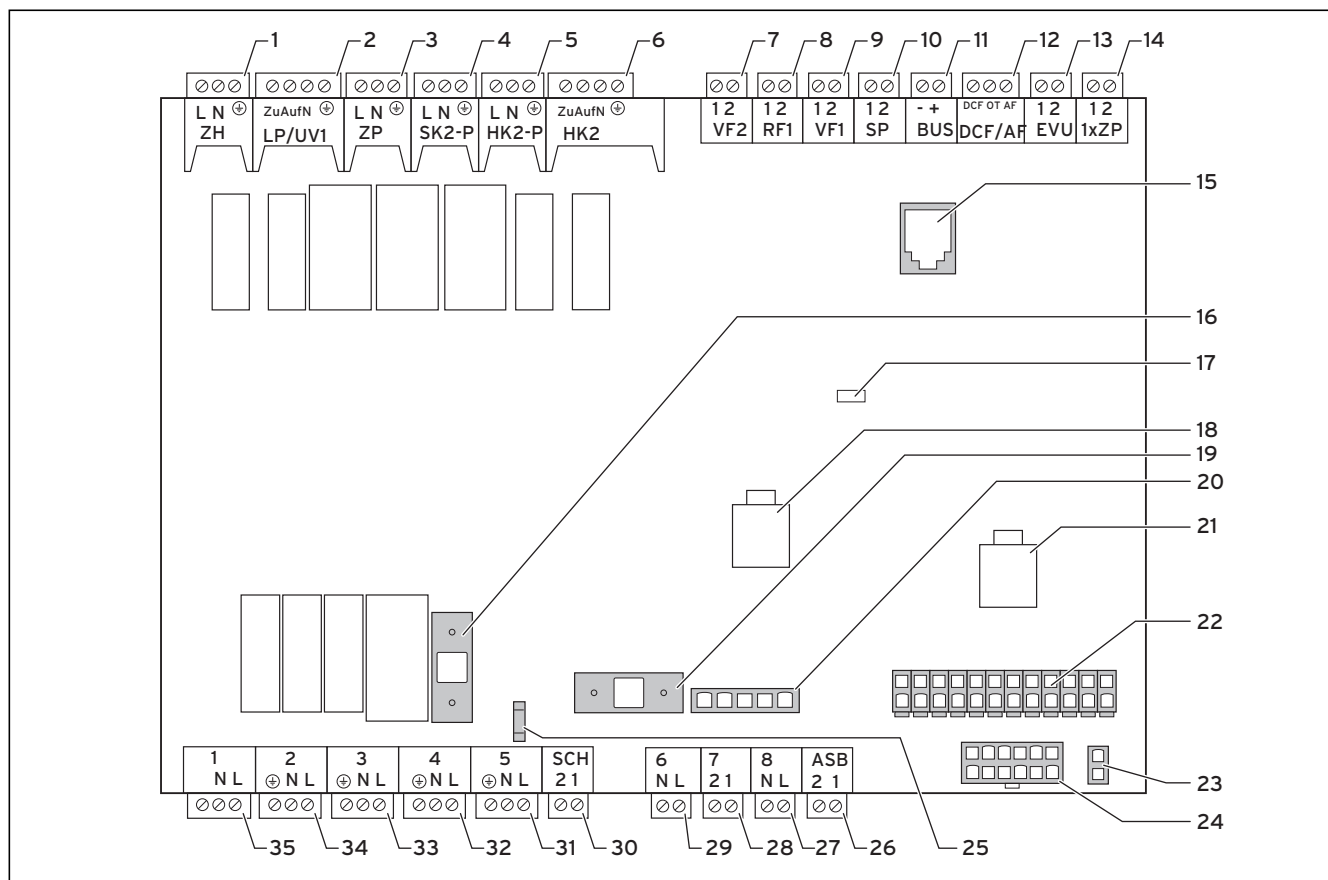

Abb. 7.10 Reglerplatine
- Schließen Sie den Kontakt des Rundsteuersignal-Empfängers an Klemme 13 „EVU“ (Energieversorgungsunternehmen) an (→ **Abb. 7.10, Pos. 13**).
- Schließen Sie den Kontakt des Rundsteuersignalempfängers an Klemme 13 „EVU“ (Energieversorgungsunternehmen) an (→ **Abb. 7.10, Pos. 13**).
Legende zu Abb. 7.10
- Installieren Sie die Standardfühler VR 10 entsprechend den Anforderungen des Regelschema-Beispiels und schließen Sie sie an den jeweiligen Klemmen der Reglerplatine an (→ **Abb. 7.10**).
- Schließen Sie die externe Heizkreispumpe an Klemme HK2-P an (→ **Abb. 7.10, Pos. 5**).